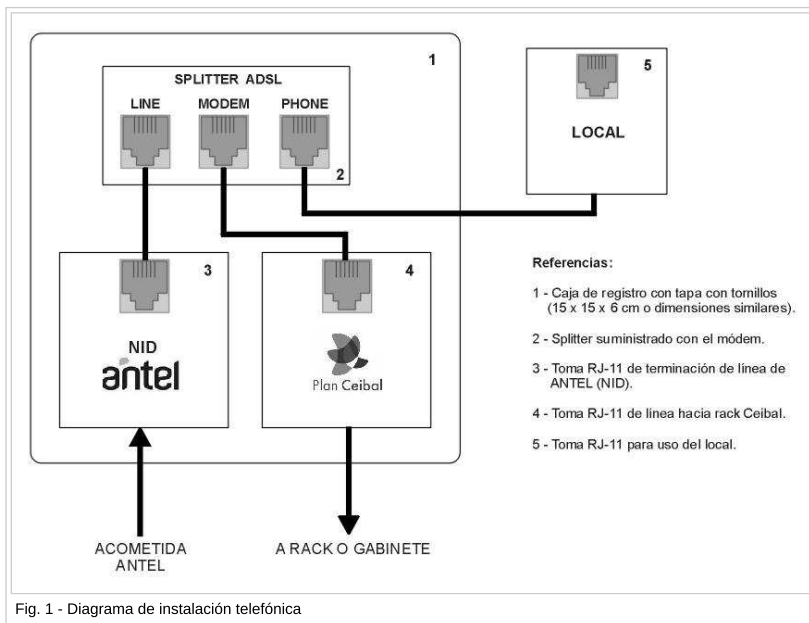

Fig. 1 - Diagrama de instalación telefónica
- Todo dispositivo telefónico o alarma que estuviera conectada antes del NID (3 en Fig. 1) o a la salida del mismo deberá quedar conectado al toma telefónico del local (5 en Fig. 1).